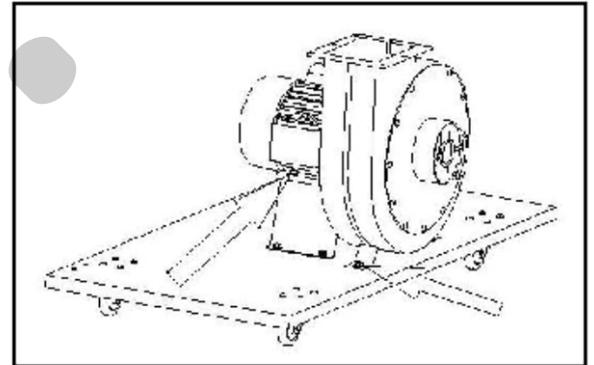

Figura 7– Montaggio dell'aspiratore.
Posizionate l'aspiratore (B) sulla base di supporto e fissatelo con le quattro viti, le rondelle e i dadi utilizzando una coppia di chiavi per dadi esagonali (Figura 7)